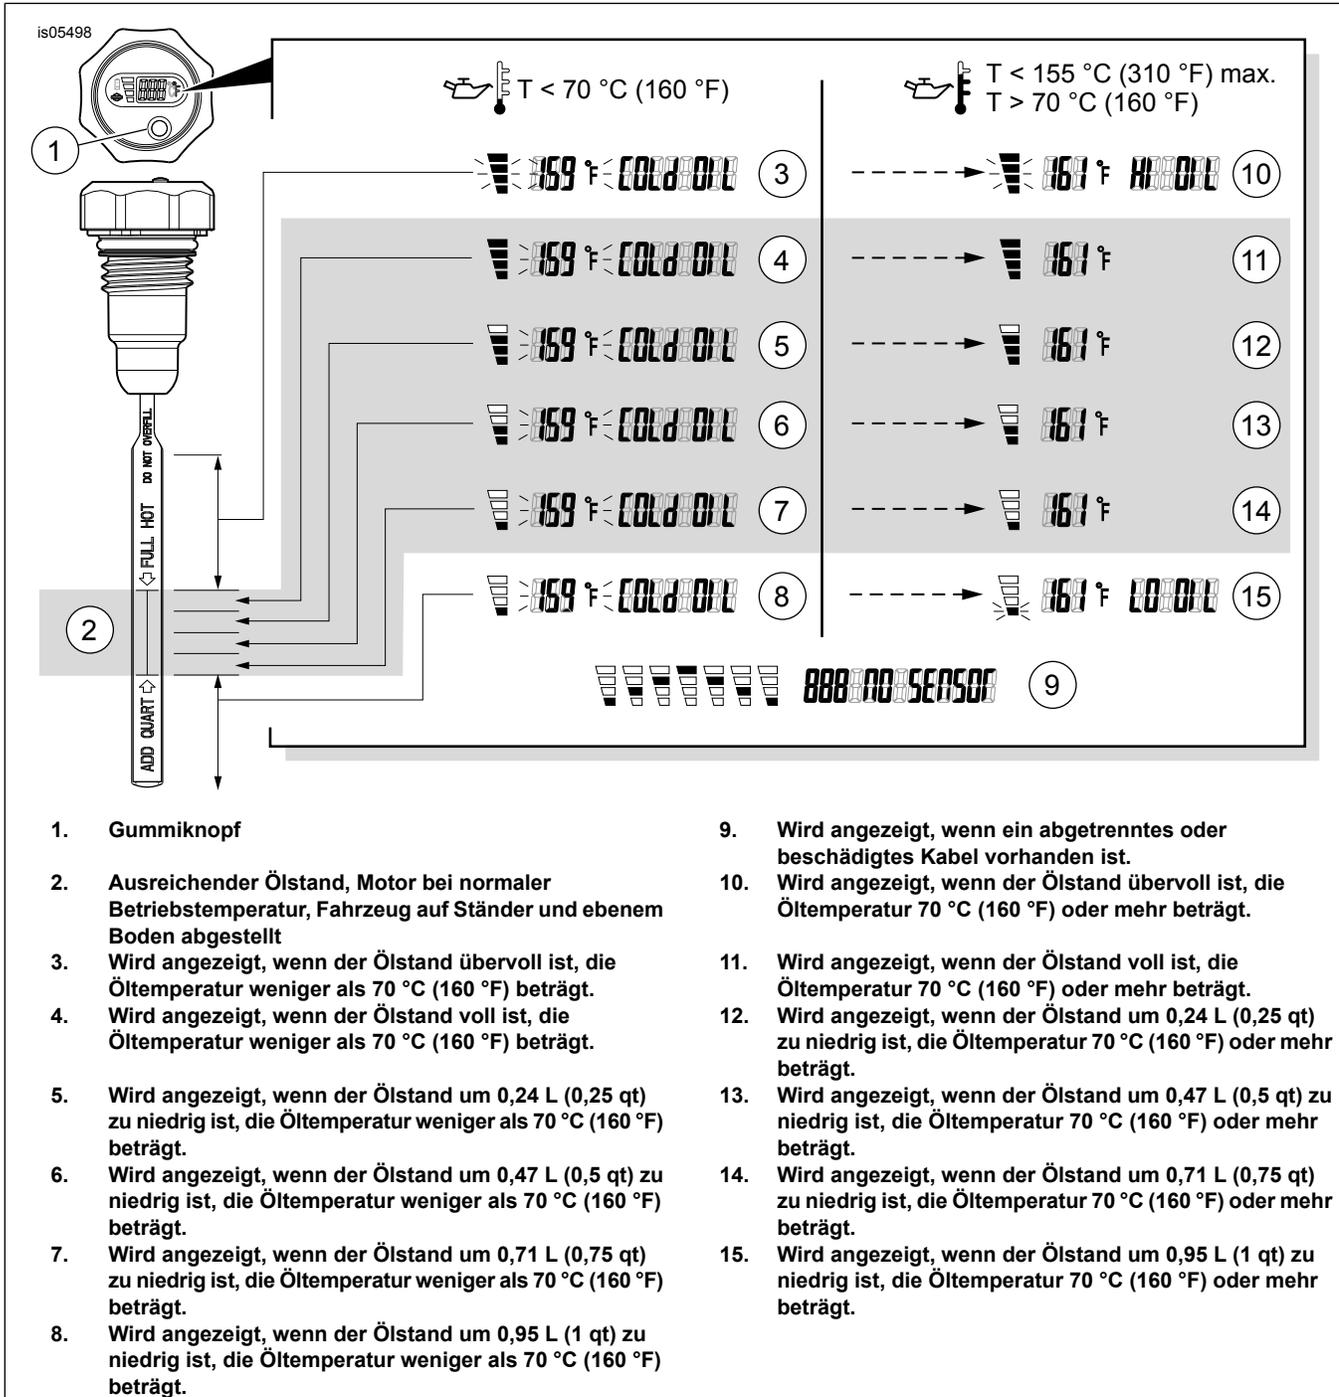

Abbildung 1. Öltemperatur-/Ölstand-Messstab mit LCD-Anzeige
Siehe Abbildung 1. Den Gummiknopf vorne auf der Anzeige drücken und loslassen, um die Öltemperatur im Öltank in Grad Fahrenheit (°F) und den Ölstand anzuzeigen. Die Anzeige erlischt nach zehn Sekunden automatisch.
- muss der Ölstand bei kaltem Motor, wie in Abbildung 1, Anzeigen 4 bis 8, dargestellt liegen (Balken zeigen den Ölstand und die Meldung „COLD OIL“ [kaltes Öl] an, gefolgt von der blinkenden Öltemperatur). Bei **KALTEM** Motor **KEIN** ÖL NACHFÜLLEN, um den Ölstand auf die FULL-Markierung (Voll) auf dem Ölmesstab zu bringen.
- Den Gummiknopf vorne auf dem LCD-Öltemperatur-/Ölstand-Messstab drücken und loslassen, um die Öltemperatur und den Ölstand im Tank anzuzeigen. Der Ölstand muss wie in Abbildung 1, Anzeige 11, 12, 13 oder 14, liegen.